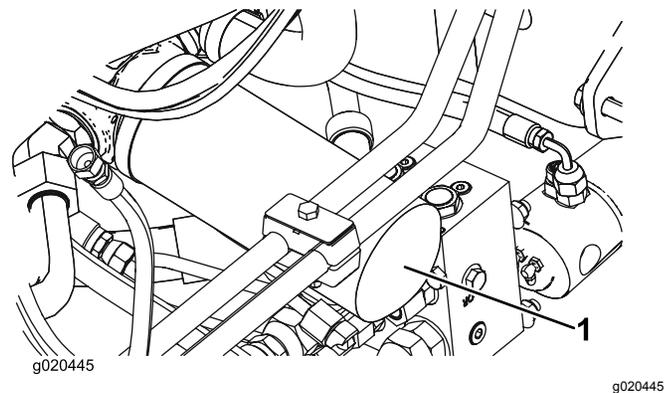

Рисунок 99
2. Очистите область вокруг места крепления фильтра. Поместите сливной поддон под фильтр, а затем снимите фильтр (Рисунок 99).